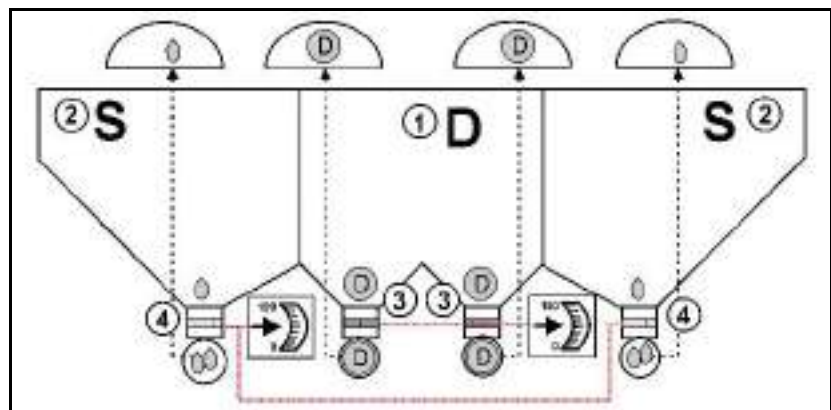

Рис. 27
- Для посева используйте внешние секции бункера (Рис. 27/2) с двумя внешними дозаторами (Рис. 27/4) и распределителями.
- Для внесения удобрения используйте среднюю, меньшую по размеру секцию (Рис. 27/1) бункера с двумя средними дозаторами (Рис. 27/3) и распределителями.
- Средние дозаторы оснастите дозирующими катушками для удобрений (Рис. 27/3).